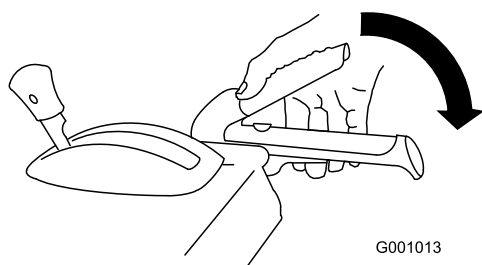

Figure 33
2. Engagez le levier de la vis sans fin/turbine et maintenez-le en place (Figure 33).